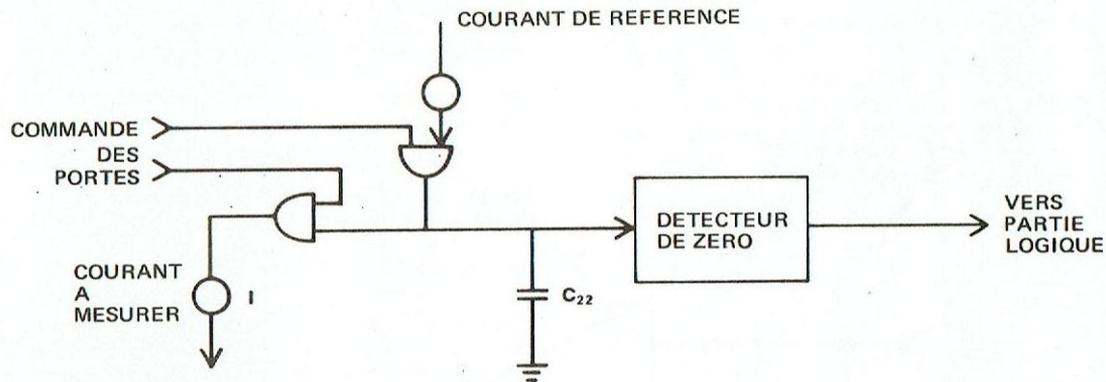

Figure 4-6 SCHEMA DE PRINCIPE DU CONVERTISSEUR A/N
**4.31.** (voir schéma de la figure 4-6). Le condensateur d'intégration est le condensateur C22. Il reçoit du courant en provenance de deux sources, la source de courant "signal" (I, en sortie de l'amplificateur) et la source de courant de référence. Comme il est expliqué plus haut, le courant "signal" est présent pendant le temps T1 et le courant de référence est présent pendant le temps T2. Ces courants n'agissent jamais sur le condensateur en même temps. Des portes (voir figure 4-6) commandent la commutation de ces courants. Normalement, le courant de référence s'écoule à travers sa porte dans le détecteur de zéro. Le condensateur d'intégration C22 a été chargé jusqu'à une tension que nous appellerons E1.